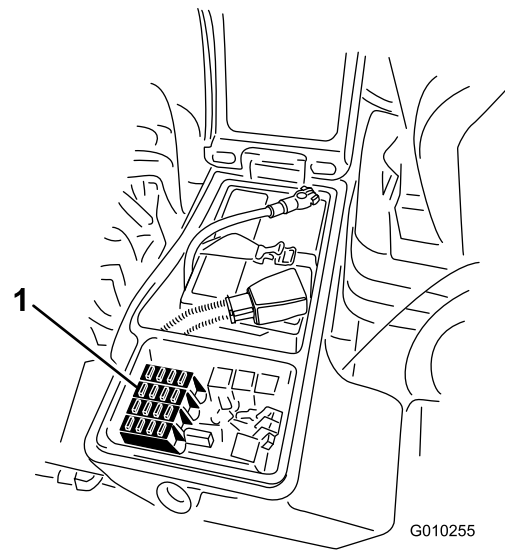
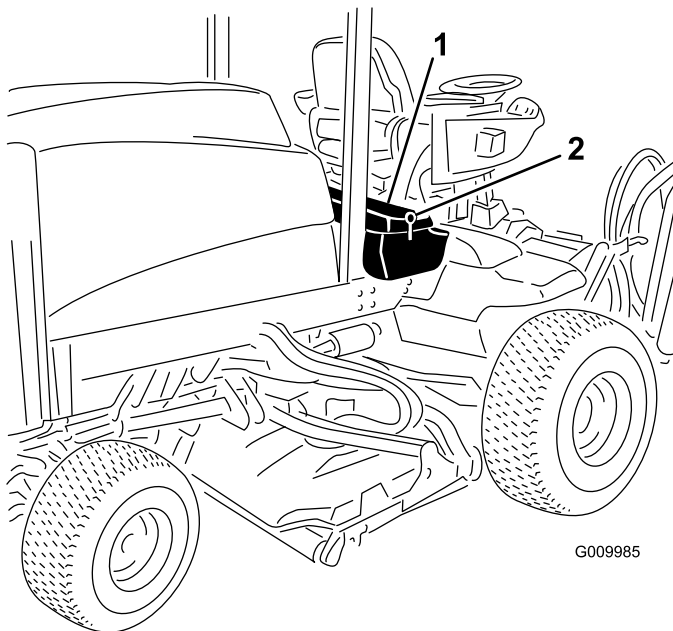

Figura 62
Figura 61
1. Uvolněte západku krytu pravého úložného boxu a kryt zvedněte (Figura 61).
3. Zavřete kryt pravého úložného boxu a zajistěte jej západkou (Figura 61).
1. Uvolněte západku krytu pravého úložného boxu a zvedněte kryt (Figura 61). Pod krytem se nachází blok pojistek (Figura 62).
2. Spálené pojistky podle potřeby vyměňte (Figura 62).